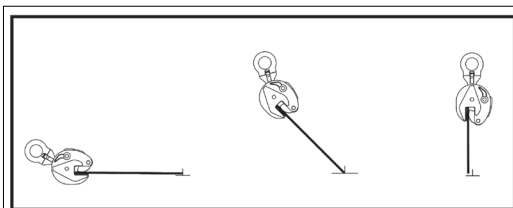
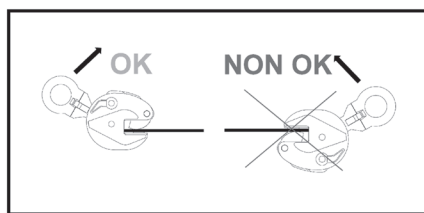

Fig. 7
Fig. 8
L'articulation en pince permet de tourner et/ou d'incliner une feuille sans décoller du sol et sans dépasser la verticale (fig. 7) ; là encore, la charge doit être saisie correctement et en toute sécurité (fig. 8).
**ATTENTION:** en ce qui concerne la charge minimale d'utilisation, il faut tenir compte du fait que dans l'opération de rotation/inclinaison de 180° d'une plaque, tant qu'une extrémité de la charge est au sol, alors que la charge est tournée de l'horizontale à la verticale, l'accessoire ne supporte qu'une partie de la charge (fig.7).